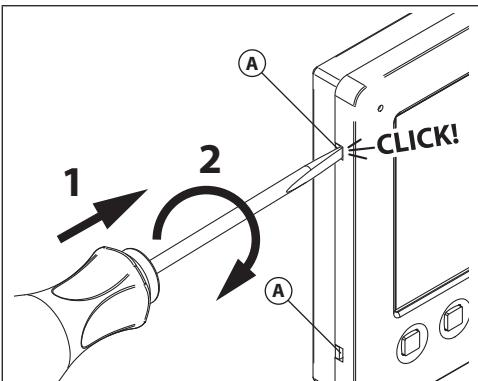

Fig. 1
- Pour installer l'interphone vidéo il faut l'ouvrir en séparant la base du couvercle qui contient toute son électronique : introduisez la pointe d'un tournevis plat de 5,5 mm dans la clip (A), après tournez-le dans le sens inverse des aiguilles d'une montre jusqu'à que vous écoutez un « **CLIC!** ». Répétez la même opération avec l'autre clip comme indiqué sur la **Fig. 1**.